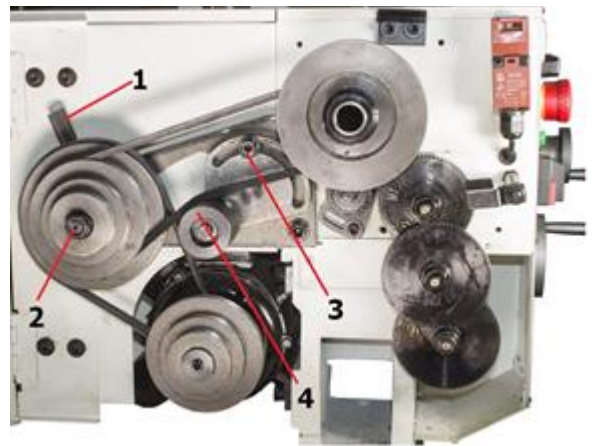

Рис. 10
Для установки и регулировки главной передачи ослабьте гайку M12 (2), вращением настроечной рукоятки (1) по часовой стрелке поликлиновой ремень натягивается; против часовой - ослабляется (рисунок 10).
Для настройки частоты вращения шпинделя ослабьте болт (3) и отведите вниз атяжной ролик (4) (рисунок 10).